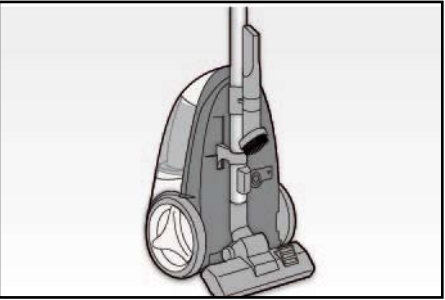

Fig. 5
ATTENZIONE: Durante il riavvolgimento, direzionare il cavo con una mano in modo da evitare di ferirsi. Riporre l'apparecchio, in posizione verticale, inserendo il porta accessori (Q) sul tubo telescopico (O) ed agganciandovi l'aspiratore fessure (V) e l'aspiratore piccolo con spazzolino (Z); agganciare quindi il tubo (O), con inserita la spazzola pavimenti (S), nell'apposito alloggiamento posto sul fondo dell'apparecchio (Fig. 5).